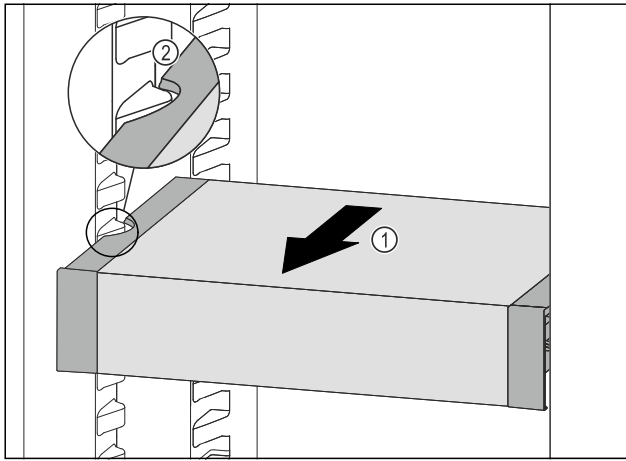

Fig. 114
- ▶ VarioSafe nach vorne ziehen Fig. 114 (1), bis sich die seitlichen Aussparungen des VarioSafes auf Höhe der Behälterterrierpe im Kühlteil befinden. Fig. 114 (2)